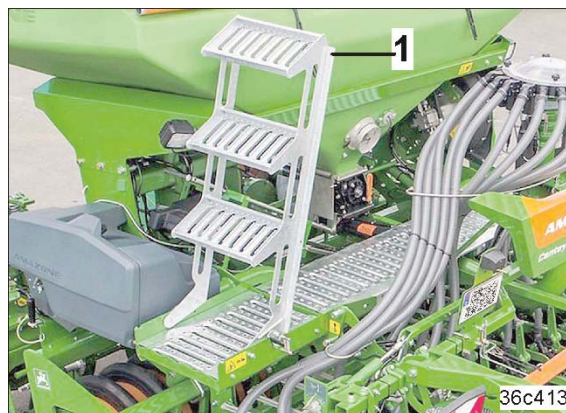

Рис. 117
1. Удерживайте лестницу (Рис. 117/1).